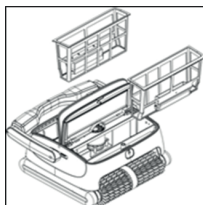

Figura 3
- Rimuovere entrambi i cestelli filtranti (vedi figura 3).